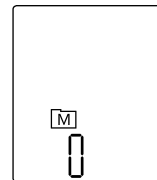

Bild 6
Wenn keine Messwerte gespeichert sind, wird folgendes Display angezeigt (Bild 6):
- Im Display wird zuerst CL (Clear) angezeigt, danach die Speicherzahl 0 (Bild 6).